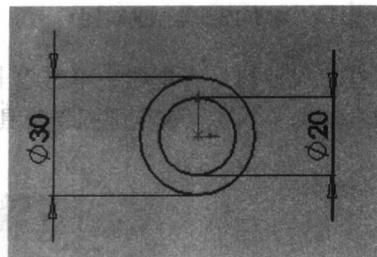

图 1-9 绘制的草图
- (1) 打开中文版 SolidWorks 2007，建立一个新零件文件。
- (2) 在“设计树”管理器中单击选择“前视基准面”，然后在视图区中以原点为圆心绘制直径分别为 30mm 和 20mm 的同心圆，并使用“智能尺寸”工具（）标注尺寸，如图 1-9 所示。